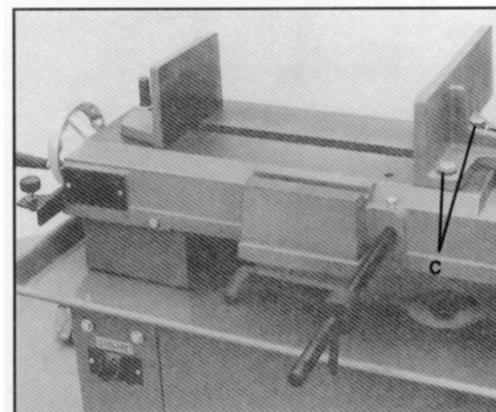

Fig. 7
1. Verwijder de bouten en moeren (C, Fig.7).
2. Positioneer de bankschroef en maak de bouten en moeren opnieuw vast zoals op Fig.7.